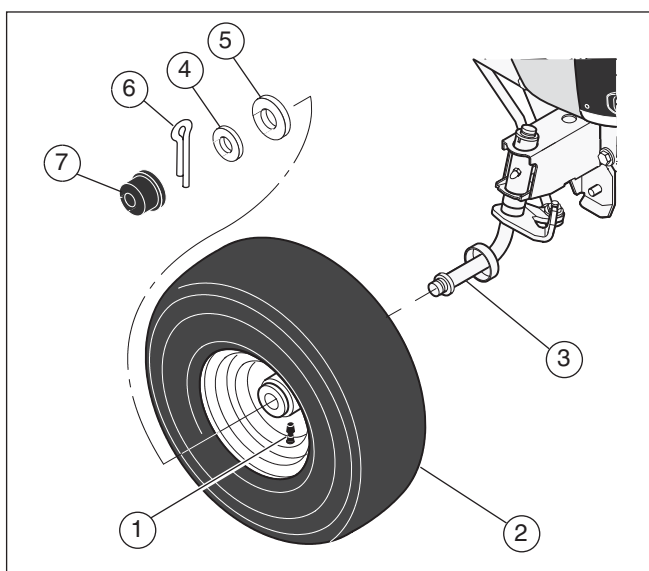

Figure 36
1. S'assurer que le corps de valve (1) se trouve sur l'extérieur (voir la **Figure 36**).
2. Faire glisser la roue avant (2) sur l'axe (3).
3. Fixer la roue avant (2) à l'aide des rondelles (4 et 5) et de la goupille fendue (5). Écarter les extrémités de la goupille fendue en les pliant afin de garder la roue avant sur l'axe.
4. Si le modèle est muni d'enjoliveurs (6), les installer. S'assurer que les rondelles maintiennent les enjoliveurs en place.